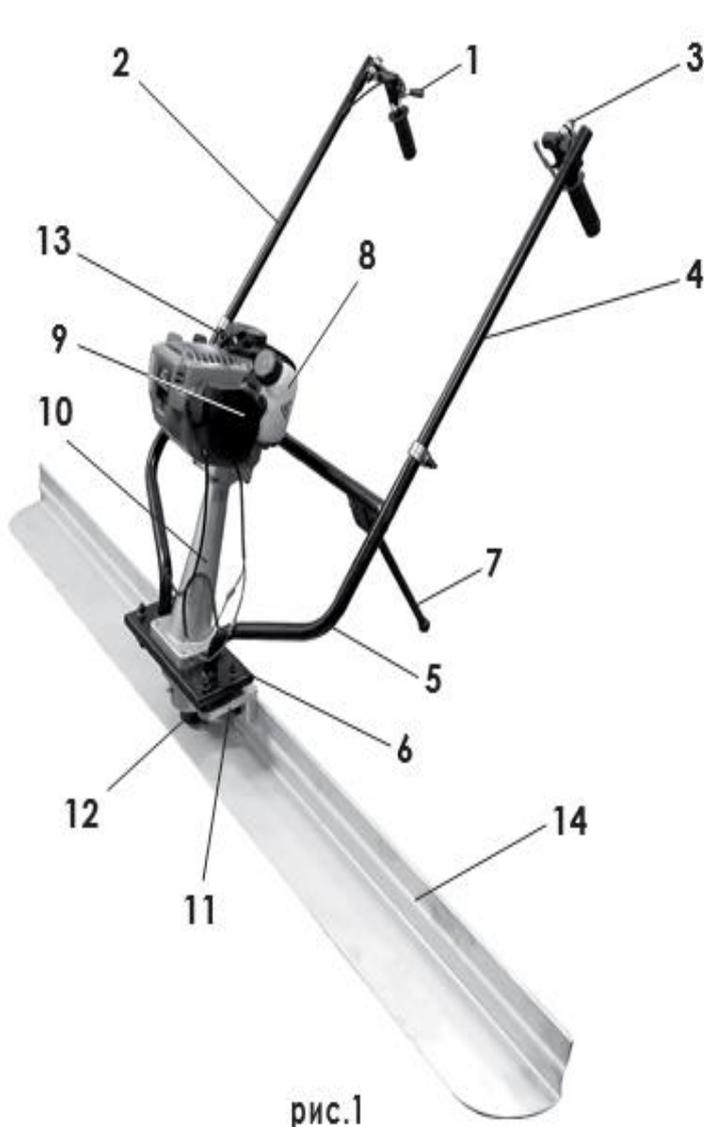

рис.1
Общий вид виброрейки представлен на Рис.1
Основным несущим узлом виброрейки является металлическая трубчатая рама (рис.1 поз.5), выполненная заодно с основанием (рис.1 поз.6). Сверху к основанию крепится стойка двигателя (рис.1 поз.10) внутри которой расположен приводной вал. Снизу к основанию крепится корпус вибратора (рис.1 поз.11), внутри которого расположен эксцентриковый механизм. Корпус вибратора крепится к вертикальной части выравнивающей рейки (рис.1 поз.14) и опирается
амортизатором (рис.1 поз.12) на её горизонтальную часть.
В корпусе вибратора (рис.1 поз.11), на подшипниках, смонтированы вал и эксцентриковый груз, вращение которых передаёт вибрацию на выравнивающую рейку.
Откройте крышку топливного бака (рис.1 поз.8). Заливайте бензин в топливный бак не более чем на 1 см ниже уровня основания заливной горловины. Перед запуском двигателя тщательно протрите крышку бензобака, удалив возможные при заправке брызги топлива.
- перевести рычаг газа (рис.1 поз.1) в положение холостого хода;